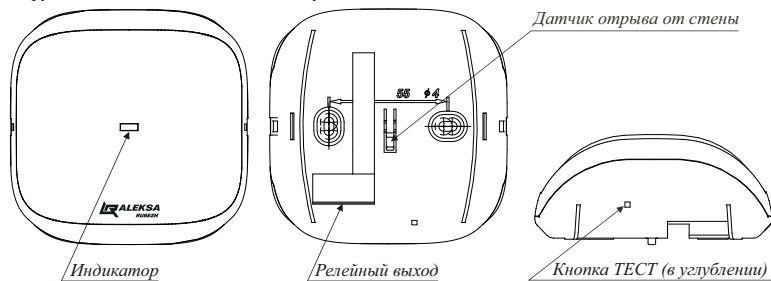

Рисунок 1
5.1 МР конструктивно выполнен в пластмассовом корпусе. Корпус состоит из двух частей: основания и крышки. Крышка имеет окно для индикатора, расположенного на плате (рисунок 1).